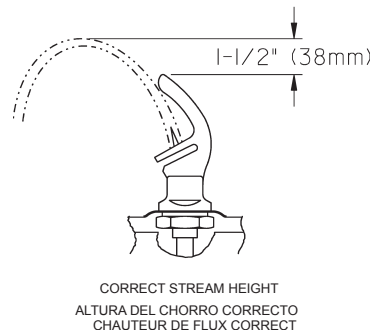

Fig. 5
- 8) Stream height is factory set for 45-50 PSI supply. If supply pressure varies greatly from this, readjust stream height to approximately 1-1/2" (38mm) above the bubbler guard by turning adjustment screw, accessible by removing front push panel, (see Fig. 5 & 6).
- 9) Replace the front panel and secure by retightening four (4) screws.
- 8) Altura del chorro viene configurado de fábrica para el suministro de 45-50 PSI. Si la presión del suministro varía demasiado de este valor, reajuste la altura del chorro a aproximadamente 1-1/2" por encima del protector del borbotador dando vuelta al tornillo de ajuste sacando el panel frontal de empuje, (vea Fig. 5 y 6).
- 9) Vuelva a colocar el panel frontal y asegúrelo apretando nuevamente los cuatro (4) tornillos.
- 8) Hauteur de flux est réglé en usine pour la fourniture de 45 à 50 lb/po². Si la pression varie beaucoup de ce point, ajustez le niveau à nouveau à environ 1-1/2" (38mm) au-dessus du protège-barboteur en tournant la vis de réglage du régulateur que l'on trouve en retirant le panneau, (voir fig. 5 et 6).
- 9) Remplacez le panneau avant et fixez le en place en resserrant les quatre (4) vis.